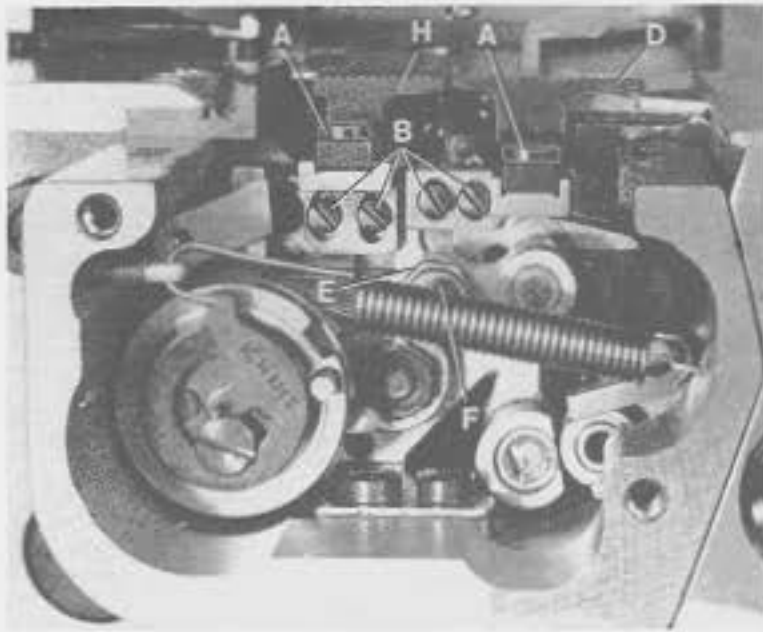

Fig.29
Assemble the two-piece main feed dog (H, Fig. 29) and the differential feed dog (D, Fig. 29), tighten fastening screws (A, Fig. 29) slightly. Insert the throat plate support with throat plate on the cylinder arm and center the feed dogs across-the-line-of-feed in the throat plate slots to have equal clearance on all sides. Now tighten screws (A) firmly.
For setting loosen screws (B, Fig. 29) and position the feed dog holders with the feed dogs to the correct height. Tighten screws (B).
In-line-of-feed the differential feed dog can be set to the front or to the rear to clear equally between the main feed dog and the front end of throat plate slot. For adjustment loosen screw (F, Fig. 29) and rotate eccentric (E) in operating direction until the correct setting is obtained. Retighten screw (F).
Montieren Sie den zweiteiligen Haupttransporteur (H, Fig. 29) und den Differentialtransporteur (D, Fig. 29), ziehen Sie die Befestigungsschrauben (A, Fig. 29) nur leicht an. Stecken Sie den Stichplattenträger mit Stichplatte auf den Zylinderarm und vermitteln Sie die Transporteure seitlich in den Stichplattenschlitzen so, daß sie an allen Stellen freigehen. Ziehen Sie die Schrauben (A) danach gut an.
Zur Einstellung lösen Sie die Schrauben (B, Fig. 29) und schieben die Transporteurhalter mit den Transporteuren auf die gewünschte Höhe. Ziehen Sie die Schrauben (B) an.
In Nährichtung kann der Differentialtransporteur entsprechend vor- oder zurückgestellt werden, damit er zwischen dem Haupttransporteur und dem vorderen Schlitzrande der Stichplatte gleichmäßig freigeht. Zur Einstellung lösen Sie die Schraube (F, Fig. 29) und drehen den Exzenter (E) in Nährichtung, bis die richtige Einstellung erreicht ist. Ziehen Sie die Schraube (F) wieder an.